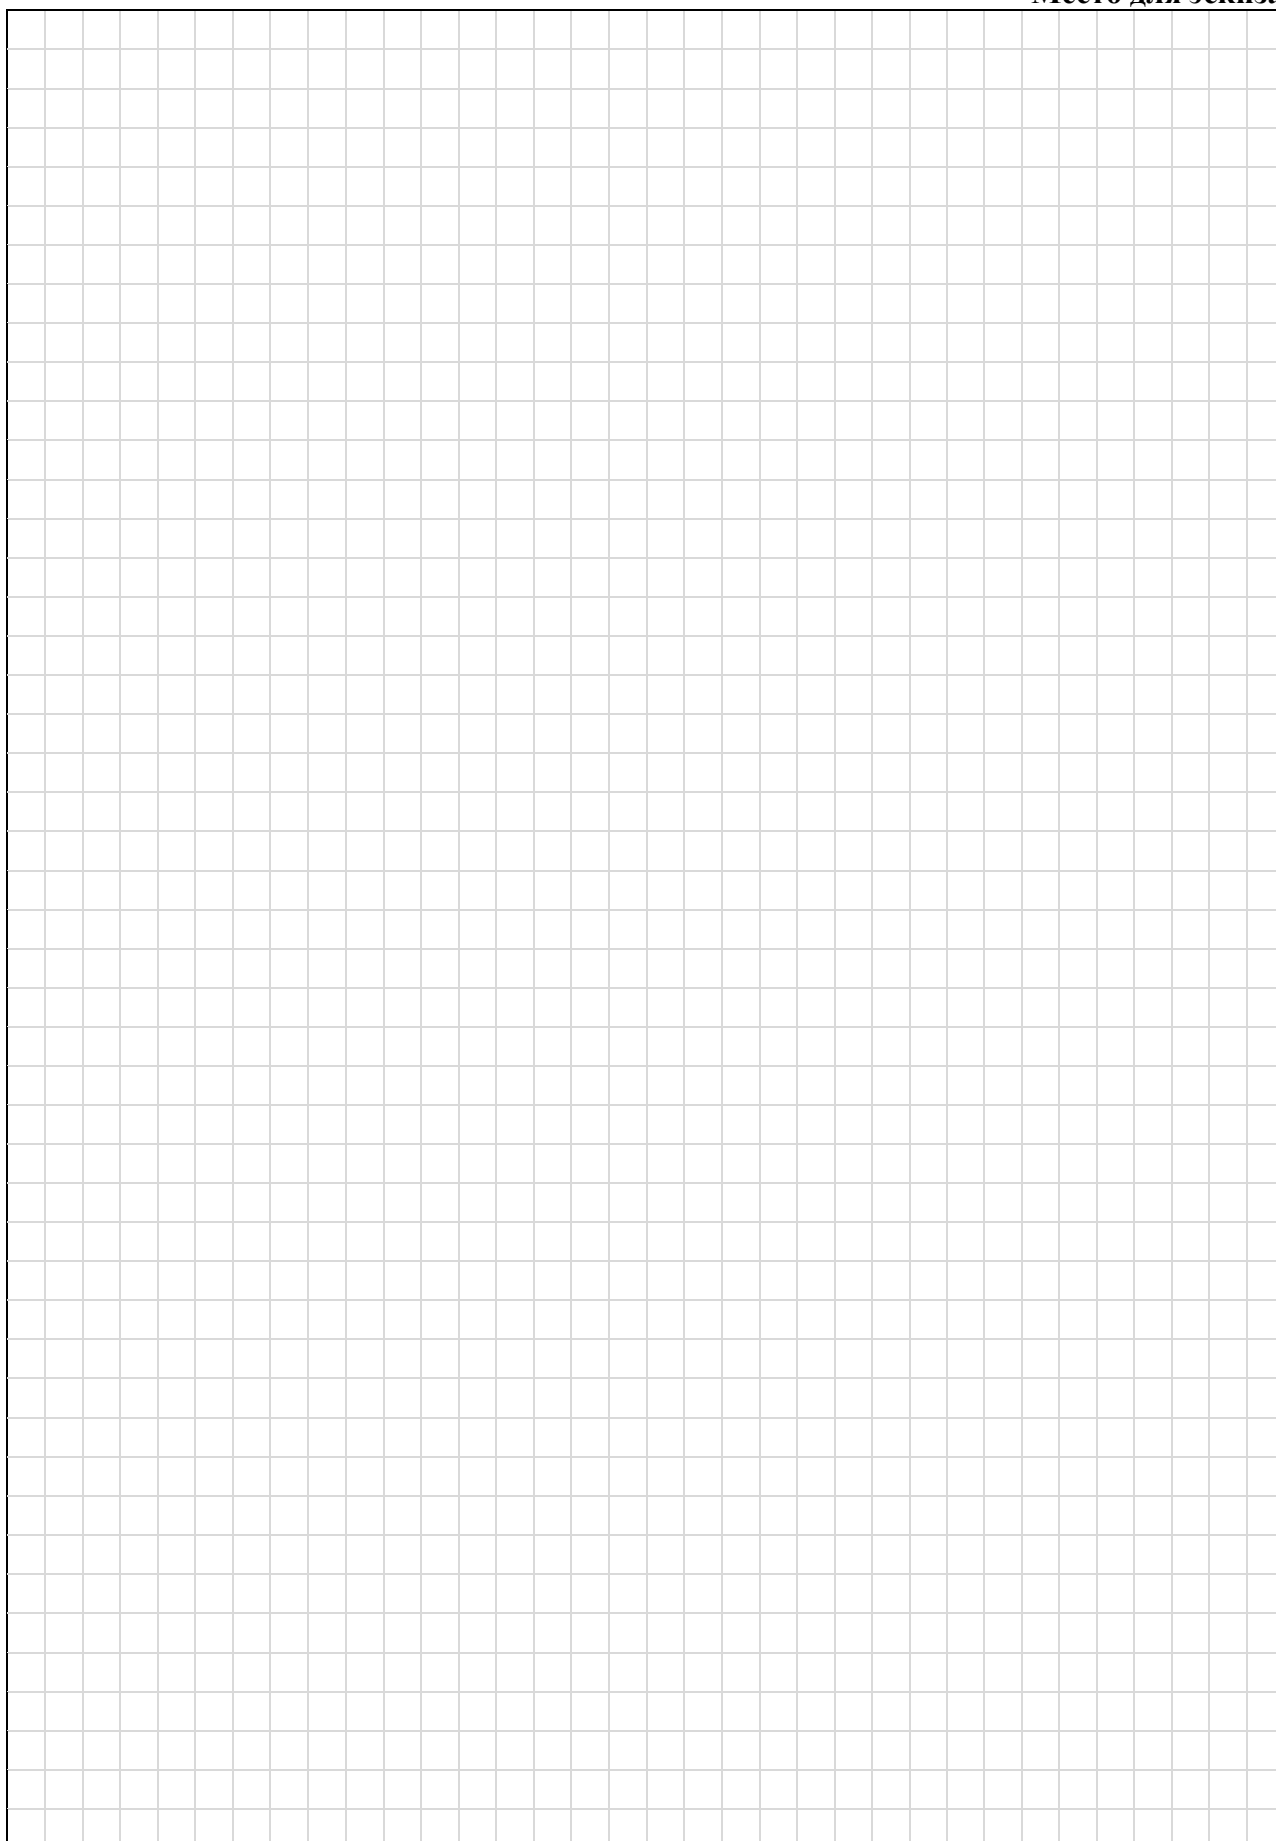

Рис. 1. Образец таблички с геометрической резьбой
1. По указанным данным, сделайте табличку с произвольными декоративными элементами, например табличку «Столярная мастерская» (Рис.1).